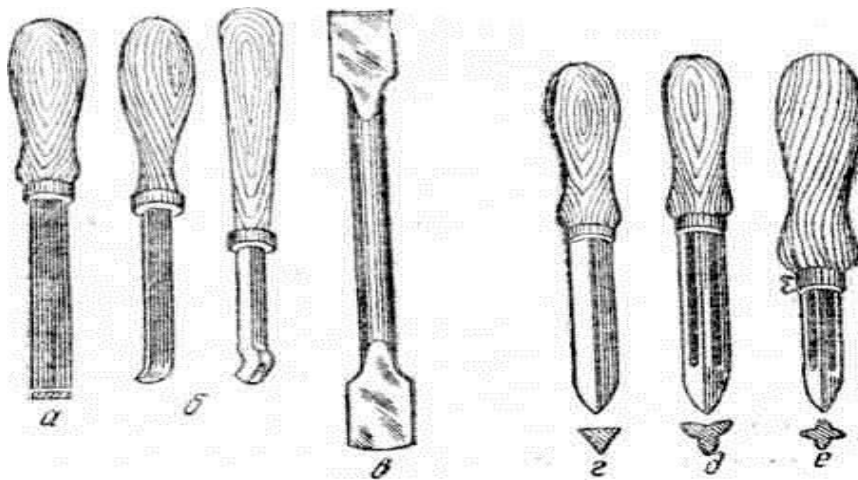

Рис. 2
**Определить тип шабера, изображенных на рис. 2**